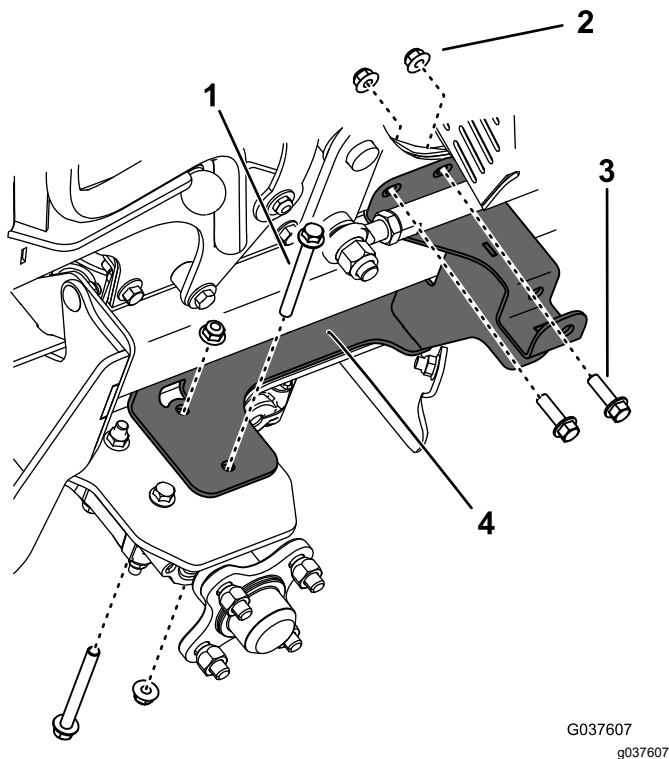

Bild 11
9. Entfernen Sie die zwei Schrauben vorne, die zwei Muttern von der rechten Befestigungshalterung und die zwei Schrauben vorne und zwei Muttern von der rechten Platte der Steuersäule (**Bild 11**).
10. Befestigen Sie die rechte Befestigungshalterung und die Lüfterhaube mit den Schrauben und Muttern, die Sie in Schritt 9 entfernt haben (**Bild 11**). Ziehen Sie die Schrauben bis auf 37-45 N·m an.